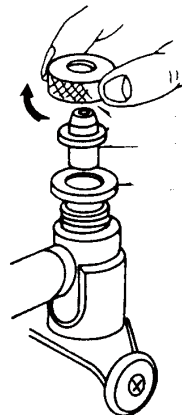

Figura 3
- Para la dimensión de medición deseado seleccione la barra interchangeable apropiada, arandelas intercambiables y sub yunques y los puso en la unidad principal. Véase la Figura 3.